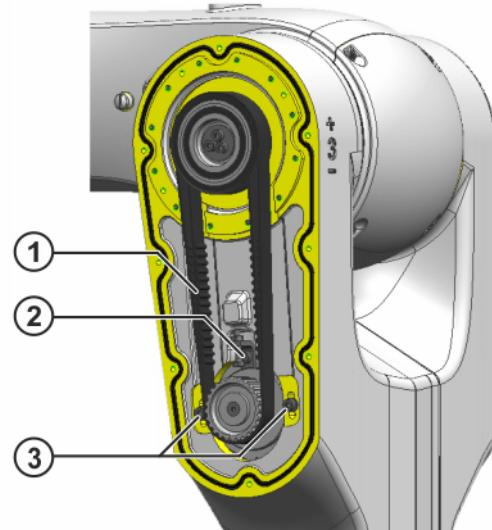

Abb. 9-4: Zahnriemen A3
1. 2 Innensechskantschrauben M4x16-10.9 lockern (>>> Abb. 9-4).